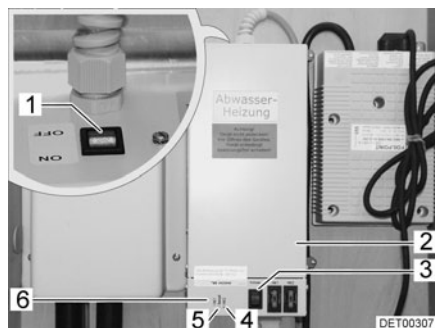

Fig. 109 Transformador con aparato regulador
El transformador de 230 V CA/12 V CC (Fig. 109,2) se encuentra en el armario ropero.
- La luz de control (Fig. 109,5) se enciende de color verde: Regulación en funcionamiento
- Las luces de control (Fig. 109,4 y 6) se encienden rojas: las tuberías de aguas residuales se calientan
La carcasa tiene un pulsador de prueba (Fig. 109,3) integrado con el cual se puede poner en funcionamiento brevemente el aparato regulador. Presionando el pulsador de prueba se puede comprobar el funcionamiento del calentamiento aún cuando la temperatura ambiente sobrepase los 5 °C.
- Poner el interruptor (Fig. 109,1) en el transformador (Fig. 109,2) en "ON".
- Poner el interruptor (Fig. 109,1) en el transformador (Fig. 109,2) en "OFF".